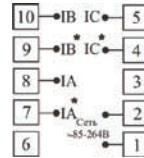

Рис. 5 – Клеммы подключения. Тип корпуса P44
2. Подключите питание к прибору с помощью клемм 1, 2 на задней панели прибора (см. рис. 5–7).